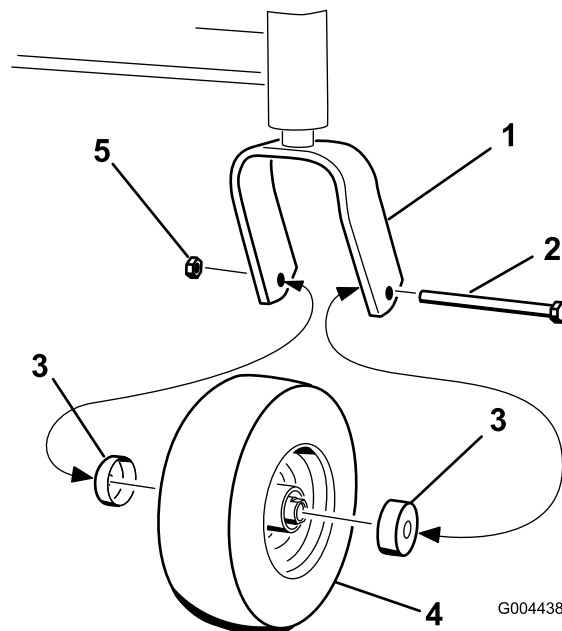

Figura 25
4. Retire la tuerca y el perno que sujetan la rueda giratoria a la horquilla delantera (Figura 25).
5. Retire el retén del cubo de la rueda (Figura 25).
17. Instale los retenes sobre los cubos de la rueda e introduzca la rueda en la horquilla (Figura 25).
18. Instale el perno de la rueda y apriete la tuerca (Figura 25).